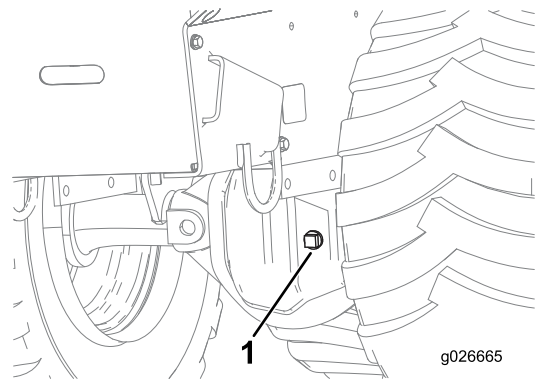

Figura 36
2. Retire el tapón de llenado del diferencial de uno de los ejes (Figura 36).